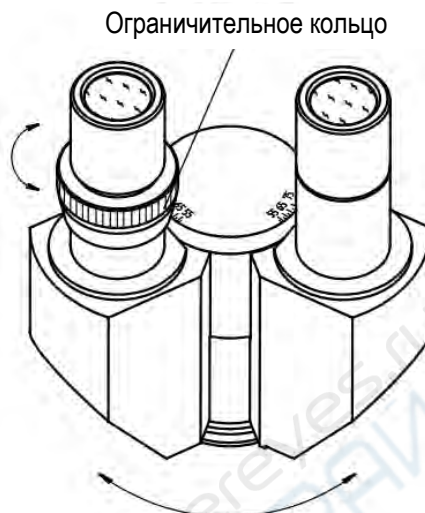

Рисунок 4
2) Настройка межзрачкового расстояния обеспечивает комфортное наблюдение. Чтобы настроить межзрачковое расстояние, сдвигайте и раздвигайте окуляры, как показано на рис. 4.